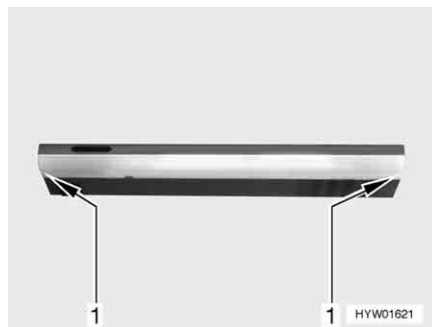

Fig. 252 Luce area cottura
- Tirare il vetro della luce (Fig. 252,1). Iniziare ad estrarre la luce area cottura tirando sempre a destra o a sinistra.